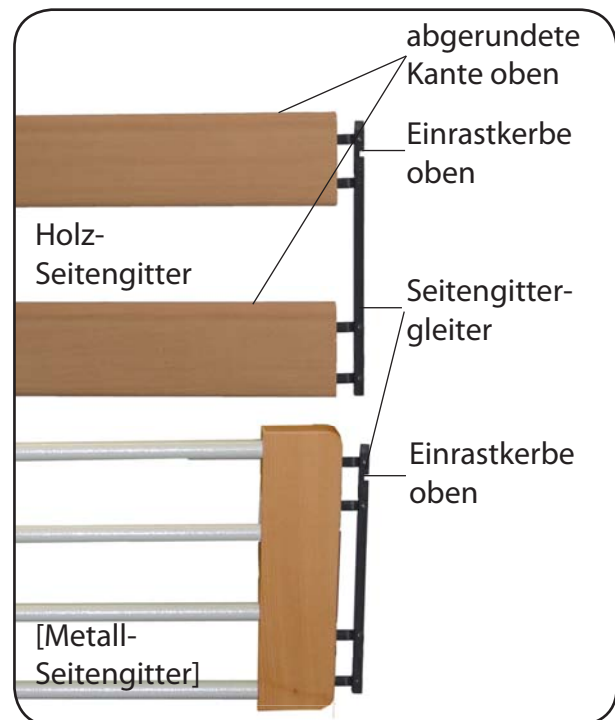

Abb. 6.4.01 - Seitengitter
2. Zum Montieren der Holz-Seitengitter, legen Sie jeweils zwei Seitengitterholme flach und parallel auf den Boden (entfällt bei Metall-Seitengitter). Führen Sie die Seitengittergleiter an beiden Enden der Holme in die Bohrungen ein (Abbildung 6.4.01).
Das Holz-Seitengitter besteht aus zwei einzelnen Holz-Seitengitterholmen, die einen Querschnitt von 28 x 110 mm haben. Die abgerundeten Kanten liegen oben. Mit den speziell passenden Seitengittergleiter aus Kunststoff, werden die geforderten Abstände eingehalten (Abbildung 6.4.01).